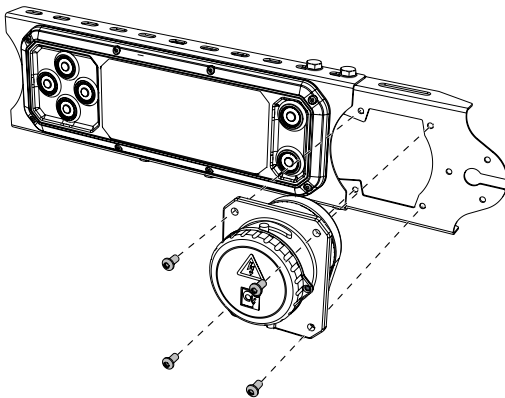
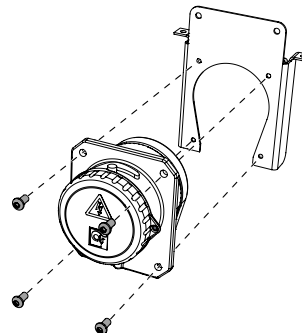

Abb.63. Montage des Hauptschalters an der Bedienvorrichtung CD 19
Abb.64. Montage des Hauptschalters an der Universalhalterung
1. Montieren Sie den Hauptschalter an der Halterung neben der Bedienvorrichtung CD 19 bzw. an einer gut geschützten Stelle mit Universalhalterung, siehe Abb.63 und Abb.64.